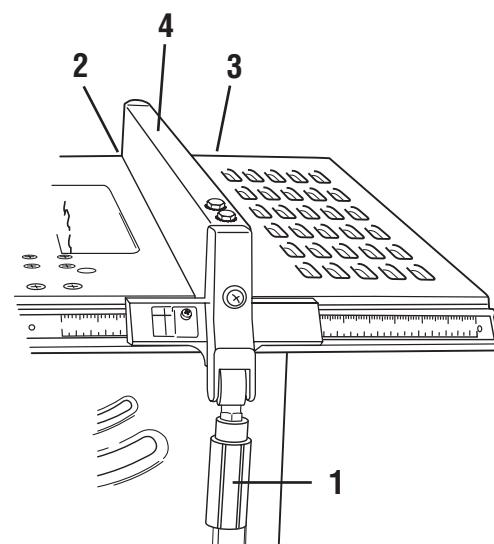

FIG. 29
1. Raise rip fence handle **1** as shown (Fig. 29), so holding clamp **2** is out far enough to fit on the table **3**.
2. Position the rip fence **4** over table, holding up the front end while engaging rear, then lowering front end onto rail. (Fig. 29)
- Placez le guide de refente 4 sur la table en tenant son extrémité avant soulevée pendant que la partie arrière est engagée, puis abaissez l'extrémité avant sur le rail (Fig. 29).
- Posicione el tope-guía para cortar al hilo 4 sobre la mesa, sujetando el extremo delantero mientras acopla la parte trasera y bajando luego el extremo delantero hasta el riel (Fig. 29).